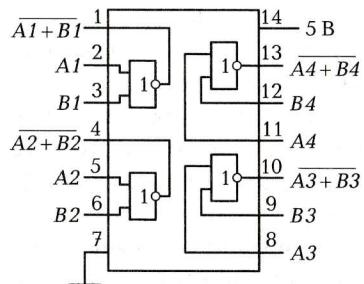

Рис. 3.11. Структура микросхемы
Цель: создать принципиальную схему на микросхеме серии К155ЛЕ5 (рис. 3.11) так, чтобы загорелись светодиоды, подключенные к выводу 4 и 10, при воздействии на входные выводы 5 и 6.
- Соберите реальную схему на макетной плате на базе микросхемы (рис. 3.11).